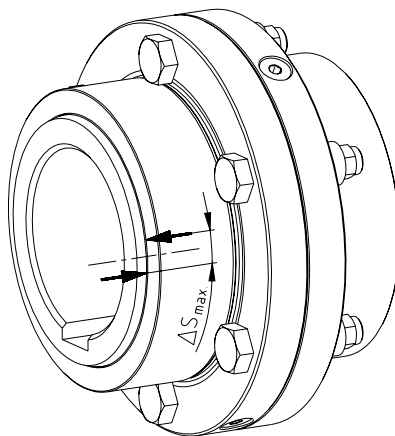

figura 29: marcaje del manguon y del casquillo
- Marque el casquillo (componente 2) y manguon (componente 1) (ver figura 29).